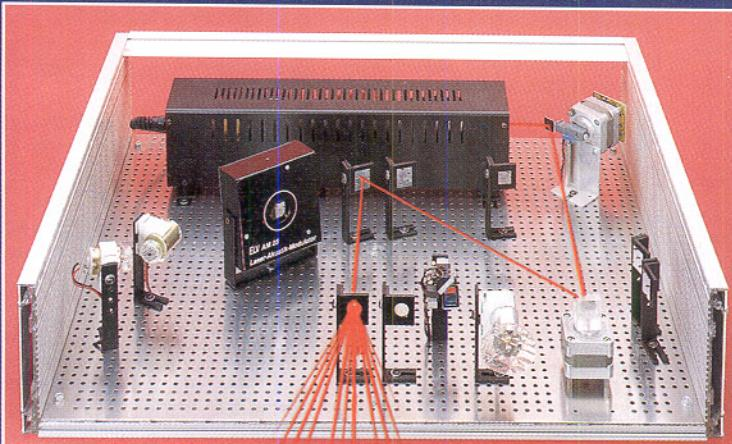
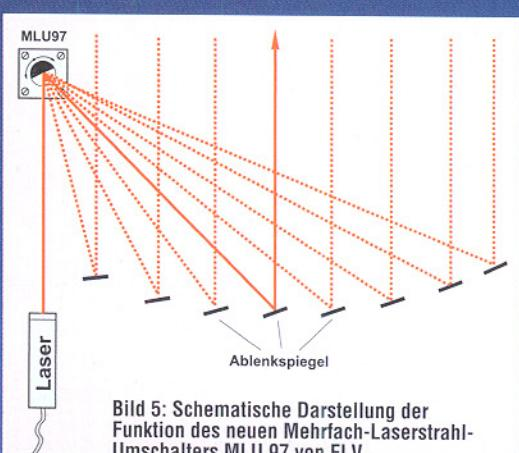

Bild 4: Spiegelhalter mit angeschraubtem Haltwinkel und aufgeklebtem Oberflächenspiegel
Bild 5: Schematische Darstellung der Funktion des neuen Mehrfach-Laserstrahl-Umschalters MLU 97 von ELV
3. Ablenkspiegel, aufgebaut auf Spiegelhalter mit Haltwinkel (Bild 4). Einsatz z. B. gemäß Bild 5.